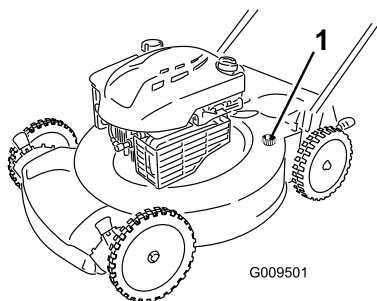

Рисунок 32
4. Присоедините садовый шланг, подключенный к источнику воды, к отверстию для промывки в корпусе машины (Рисунок 32).